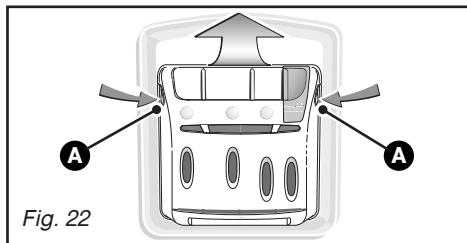

Fig. 22
- appuyez simultanément sur les bossages **A** se trouvant de part et d'autre de la boîte, celle-ci s'extrait de son logement (*Fig. 22*).